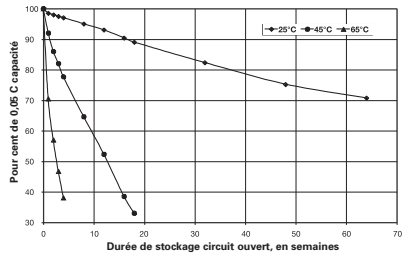

Figure 3 : Durée de stockage de la batterie ODYSSEY® Extreme Racing™ en fonction de la température
(B) Combien de temps peut-on stocker la batterie ? Reportez-vous à la figure 3 ci-dessous. A 25°C (77°F), ces batteries peuvent être stockées pendant 2 ans maximum. La durée de stockage s'allonge au fur et à mesure que la température diminue. Il faut recharger la batterie avant de la stocker.
En gros, chaque tranche de 10°C supplémentaire réduit la durée de stockage d'environ de moitié. Si la température grimpe à 35°C (95°F), la batterie ne pourra être stockée qu'un an seulement avant qu'une recharge devienne nécessaire. La figure 3 ne s'applique que si la batterie a été entièrement rechargée.